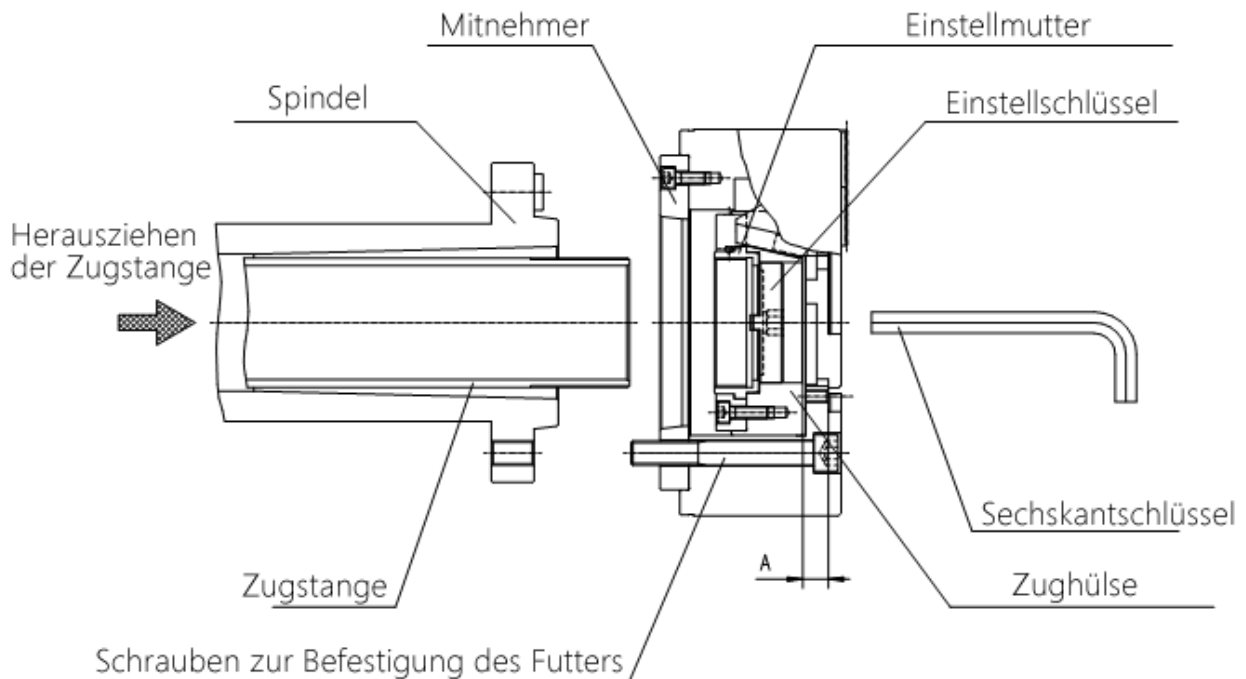

Abb. 11 Spannfutter Montage
(3) Verbinden Sie das Spannfutter mit der Zugstange.
- Entfernen Sie die oberen Backen und die Abdeckung, damit der Einstellschlüssel in das Durchgangsloch des Spannftutters eingreifen kann. Befestigen Sie das Futter an der Zugstange, indem Sie die Einstellmutter eindrehen (Abb. 11).
Die Position der Zughülse wird durch Drehen der Einstellmutter mit dem Stellschlüssel bestimmt (siehe Abb. 11).
- in der richtigen Position der Zughülse, wobei die Vorderseite des Zylinderkolbens max. Vorwärts sollte das Maß "A" von der Oberfläche der vorderen Abdeckung (siehe Abb. 11) dem in Tabelle 7 angegebenen Wert entsprechen.
(6) Setzen Sie die Abdeckung wieder auf und prüfen Sie, wie das Futter schlägt.